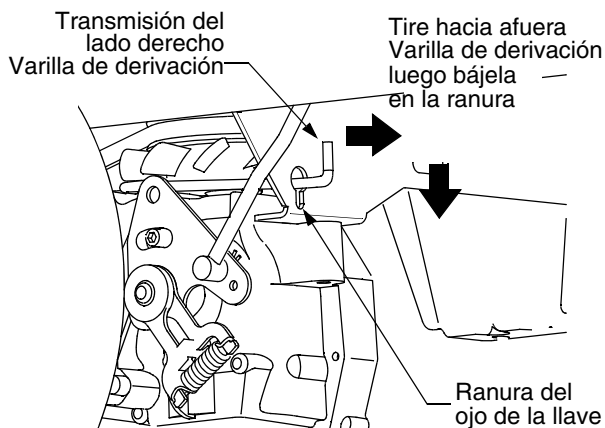

Figura 30
- Ubique las dos varillas de derivación justo delante de los dos neumáticos traseros. Vea Figura 30.